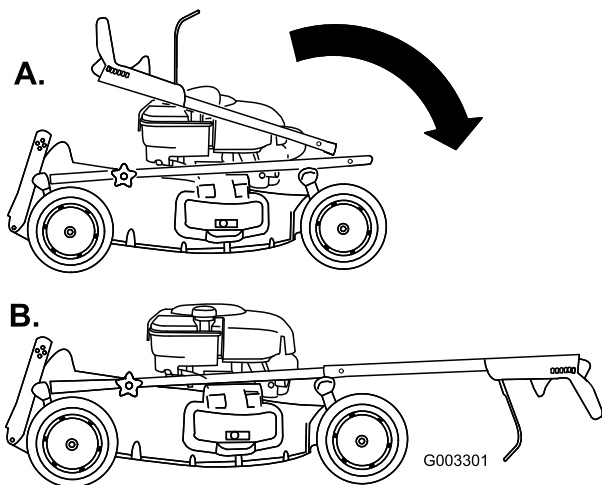

Figure 3
2. Pliez la partie supérieure du guidon en avant et placez les extrémités sur la partie inférieure de sorte que les deux parties s'adaptent parfaitement (Figure 3).